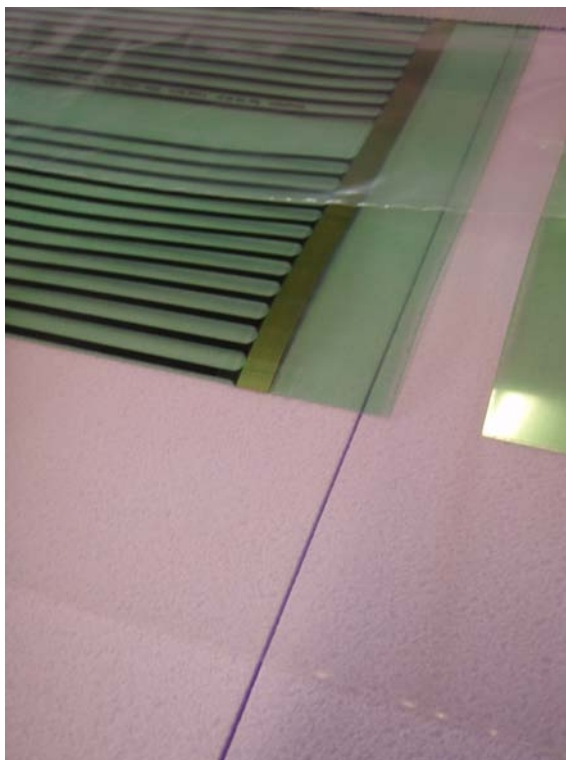

Abbildung 1.3: Einbau Heizfolie
3. Nach der Installation wird die Heizfolie mit einer PE-Folie abgedeckt (siehe Abbildung 1.3)